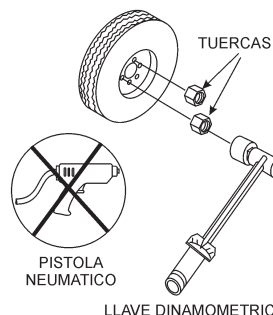

Figura 59. Secuencia al apretar los birlos
2. Apriete todos los birlos en secuencia. Vea la Figura 59. **NO** apriete los birlos de la llanta completamente. Apriete cada birlo en 3 pases separados como se define en la Tabla 8.